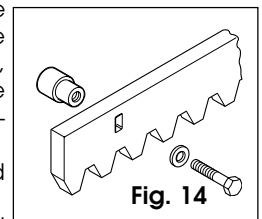

Fig. 14
4.4.1. STEEL RACK TO BE WELDED (Fig. 14)